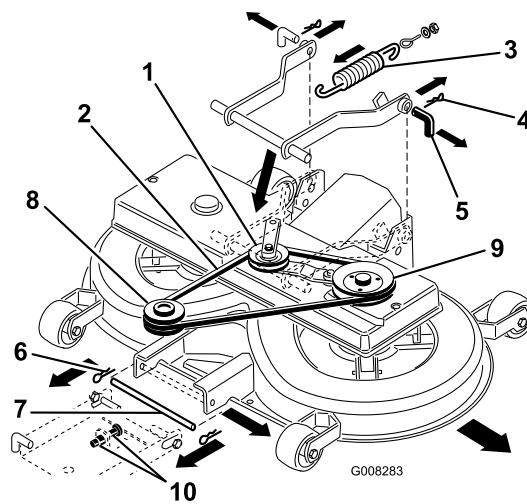

Figure 39
2. Enlevez l'ensemble poulie à courroie trapézoïdale et bras de tension (Figure 39).
- Tirez l'ensemble bras de tension vers l'intérieur et ôtez la courroie trapézoïdale de la poulie (Figure 39).
- Décrochez le ressort du levier d'engagement (Figure 39).
- Retirez les goupilles fendues des 2 goupilles arrière et enlevez ces dernières (Figure 39).
- Retirez la goupille fendue de la goupille avant et enlevez cette dernière (Figure 39).
- Enlevez la courroie trapézoïdale de la poulie du moteur (Figure 39).
7. Placez la goupille inférieure de la suspension de réglage avant dans la position inférieure des fentes, en réglant les 2 écrous (M12) sur la suspension avant (Figure 39).